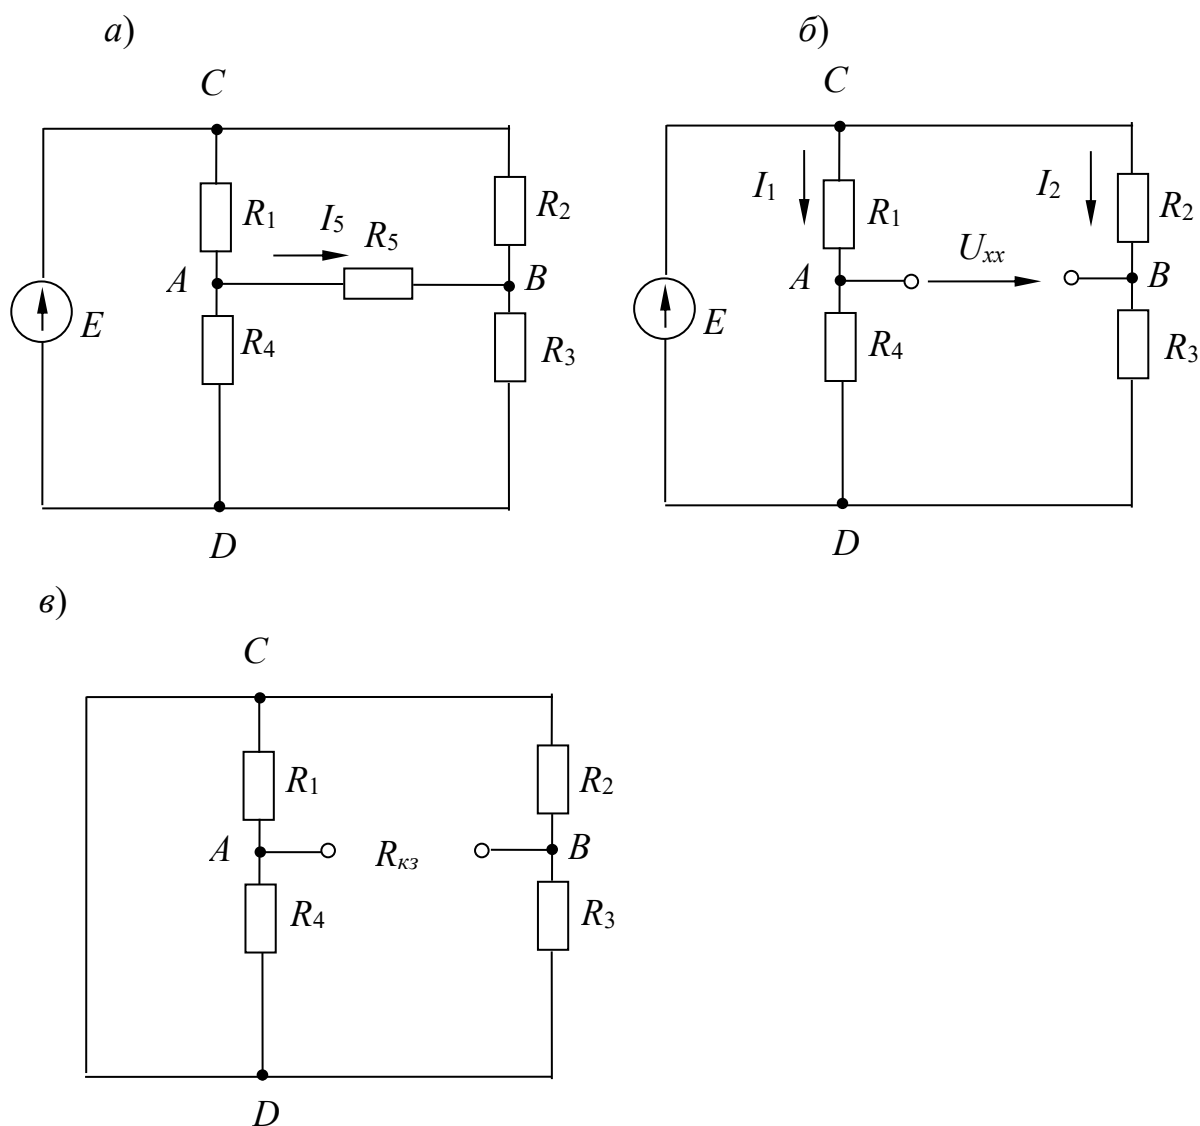

Рисунок 8 – Электрические схемы к примеру расчета методом эквивалентного генератора
Определяем напряжение холостого хода  $U_{xx}$  (рисунок 8, б), используя второй закон Кирхгофа:
Токи в ветвях (см. рисунок 8, б)
Определяем значение сопротивления  $R_{кз}$  (рисунок 8, в):
**Задача.** Для разветвленной электрической цепи (см. рисунок 8, а), пользуясь законами Кирхгофа, методом контурных токов и методом эквивалентного генератора, определить токи во всех ветвях.